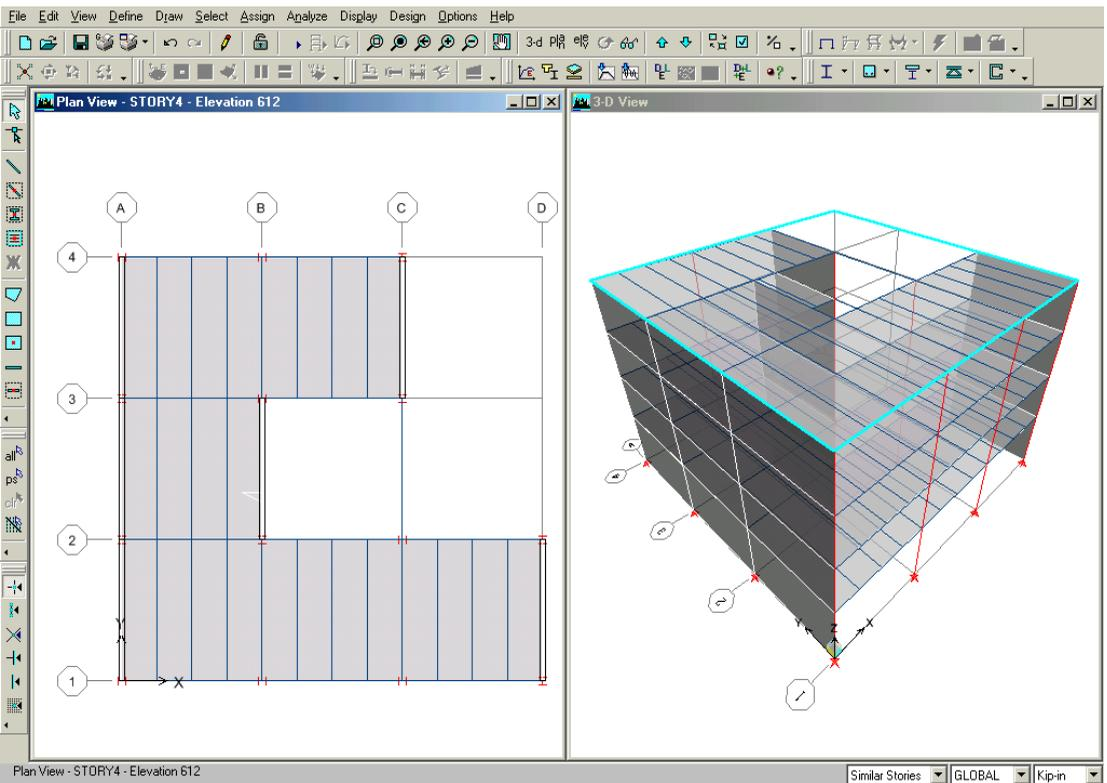

Figura 24 Modelo después que han sido agregados todos los objetos simulados tipo pared
- G. Hacer click en el comando **File menu > Save**, o en el botón Save,  para guardar su modelo. Su modelo aparecerá como se muestra en la Figura 24.